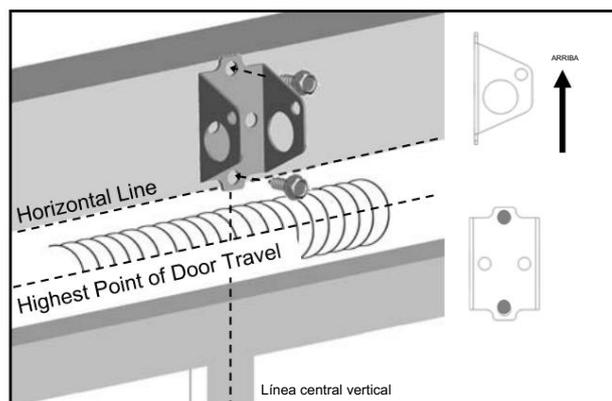

Fig.2 (Montaje en pared)
Como se muestra en la Fig.2, coloque el soporte del cabezal en la línea central vertical en la dirección que se muestra.
1. Coloque el soporte de la puerta en la línea central de la puerta aproximadamente 2" - 4" (5-10 cm) por debajo del borde superior de la puerta, como se muestra en la Fig.2.